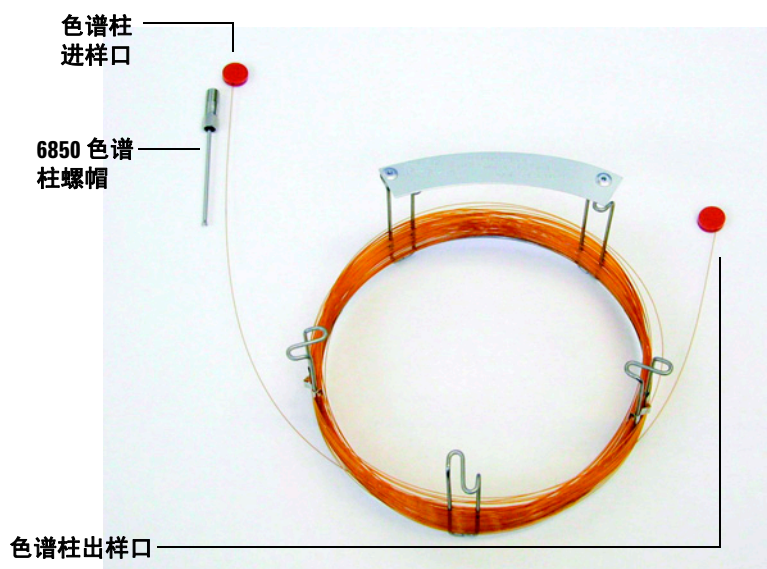

图 7 色谱柱
- 1 将色谱柱（GC 工具包中部件号为 19091S-433E 的部件）放在干净的平面上，并使位于时钟 12 点方位处的色谱柱标签朝向用户。请注意，与使用 GC 检测器时，色谱柱的进样口端和出样口端方位相同，且色谱柱出样口位于色谱柱笼式架的后面（更靠近风扇）。请参阅图 7。